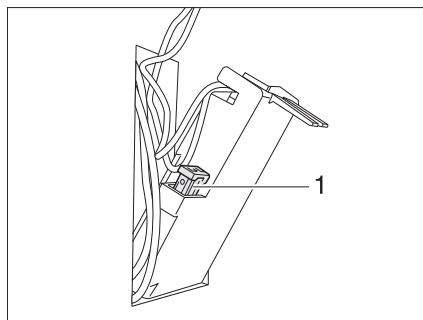

Fig. 160 Fusible des toilettes Thetford
- Changer le fusible (Fig. 160,1).